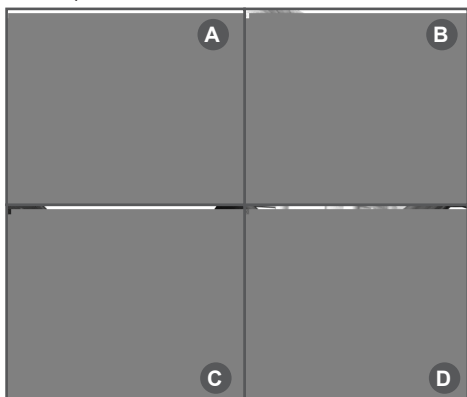

Рис. 3 Установка шнека
3. Снимите крепеж со шнека (Рис. 3А, 3В).
5. Совместите крепежное отверстие вала отбора мощности с крепежным отверстием шнека (Рис. 3С).
2. Снимите крепеж шнека (Рис. 3). Отсоедините двигатель от шнека и уберите его в сторону. Двигатель должен опираться на грунт рамой с рукоятками и валом отбора мощности (Рис. 4В).